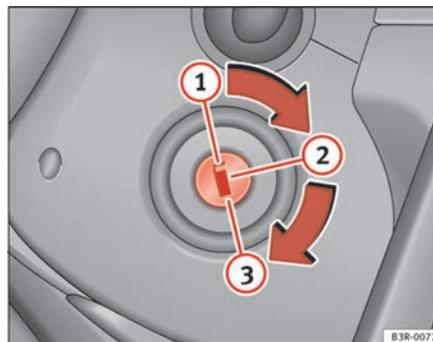

Abb. 140 Stellungen des Zündschlüssels
- Drehen Sie den Zündschlüssel in Position 0 ⇒ Seite 171, Abb. 140.